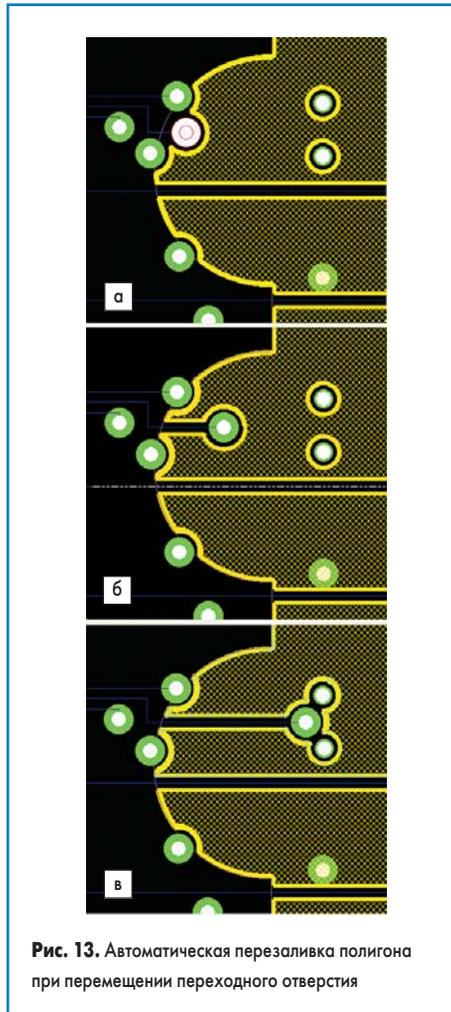

Рис. 13. Автоматическая перезаливка полигона при перемещении переходного отверстия
5. Наведем указатель мыши на одно из переходных отверстий в левой закругленной части полигона и нажмем левую кнопку мыши (рис. 13а).
8. Система зафиксирует новое положение переходного отверстия и перезалит полигон вокруг него (рис. 13б).
включена опция расталкивания и запрещены ошибки, то перемещаемое отверстие раздвинет их в стороны. Если препятствия будут зафиксированы, то отверстие упрется в них с соблюдением заданного зазора и дальнейшее его перемещение будет невозможным (рис. 13в). Если ошибки будут разрешены, то оно просто пройдет сквозь них. Перезаливка полигона также выполняется автоматически при его перемещении. Следует помнить, что для перемещения полигона необходимо захватывать не сами части заливки, а контур объекта Template. Обычно это трудно сделать, так как контур объекта Template отображается линией нулевой ширины и скрывается под границей заливки. В этом случае выбор нужного объекта необходимо выполнять посредством